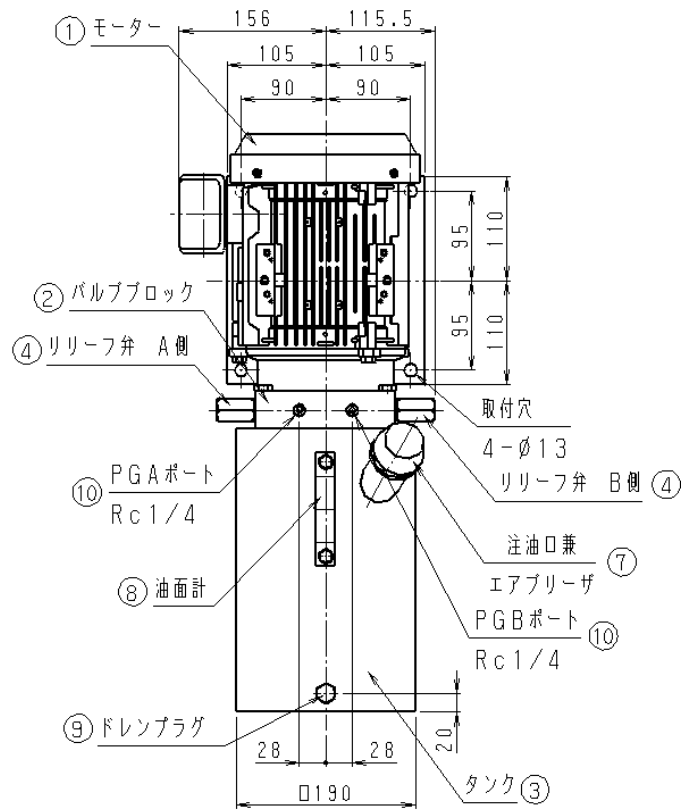

図2 正面図
## 5. 各部の機能 (図 2, 3, 4 参照)
- (1) タンク内に作動油は入っていません。使用の前に注油口兼エアブリーザー (図2参照) のキャップを外して注油して下さい。
- (2) 作動油は清浄な石油系作動油で粘度グレードが ISO VG 32～68のものを使用して下さい。
- (1) 回路内の圧力確認の為に、圧力計を取り付ける事をお奨めします。
- (2) 本機には圧力計取付けの為にポートが図2に示す様に2ヶ所あります。
本機にはAポート、Bポートそれぞれにリリーフ弁が内蔵されています。(図2参照)
- (1) 吐出ポートを切り換える際、モーターの急激な正逆転は避けて下さい。回転方向切り換え時0.5秒以上の休止時間を設けて下さい。
- (2) 電源には必ずブレーカーを組み込んで下さい。モーター焼損の恐れがあります。
- (3) 電源コードの上に重いものを絶対のせないで下さい。火災や感電の原因になります。
- (4) 静電防止及び感電防止の為に、端子箱又は、モーターベースにあるアース端子にアース線を接続して下さい。
- (5) リリーフ弁は定格圧力以上に設定できる様になっていますが、モーター及びポンプの寿命、油温上昇の観点から、定格圧力内で使用して下さい。
- (6) 使用条件により、かなり油温が上昇する事があります。特にリリーフ弁の長時間作動や流量制御は発熱の原因となります。できるだけ60℃以下の油温でご使用下さい。この油温を越える時は、運転条件を楽にするか補助タンクを別に取り付ける様にして下さい。
- (7) バルブブロック(図2)には数ヶ所、六角穴付きプラグ(詰栓)がありますが、圧力計取付けポート以外は、運転中又は、停止時においても絶対に緩めないで下さい。本機の機能を損なう事があります。
- (1) 長時間使用により油漏れなどの為、作動油が油面計の最低レベル以下になった時は、作動不良の原因となりますので新油を補給して下さい。
- (2) 実使用时间約1000 hr 毎に、油の劣化による特性や寿命の低下防止の為に全部の油を新油と交換する事を推奨します。油を抜く時はドレンプラグ (図2参照) をスパナで取り外して行なって下さい。